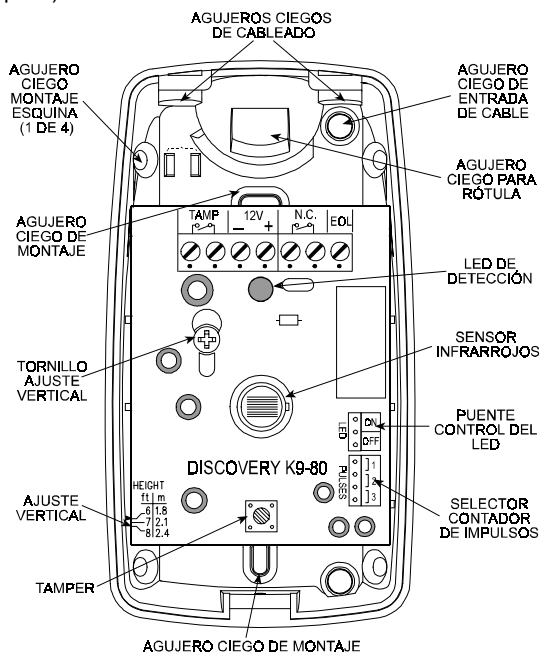
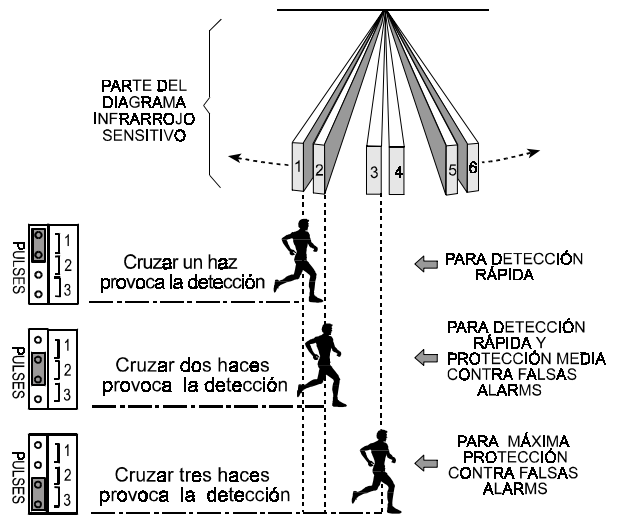

Figura 5. Vista interna
Figura 12. Opciones del contador de impulsos
D. Refiérase a la Figura 5 y rompa los agujeros ciegos de montaje en la parte de atrás de la base (para montaje en superficie) o los de los lados de la base (para montaje en esquina).
E. Quite cualquiera de los agujeros ciegos de cableado que muestra la Figura 5.
La posición del selector del contador de impulsos se indica en la Figura 5. Refiérase a la Figura 12 más abajo y coloque el puente como desee.